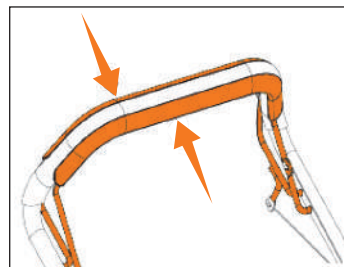

Рис. 15
9. Дайте двигателю прогреться некоторое время и приступайте к кошению, для этого прижмите скобу включения привода движения к верхней рукоятке (Рис. 15).